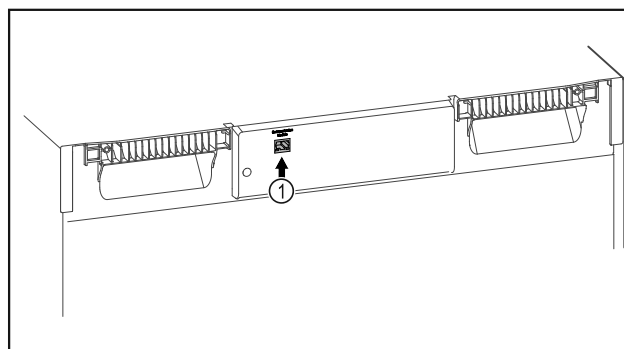

Fig. 140
- SmartModule Fig. 140 (1) è inserito.